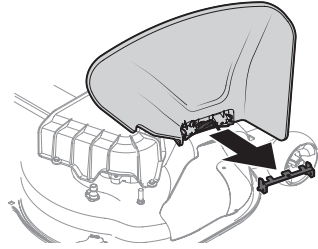

Figure 11
2. Soulevez le déflecteur de la goulotte d'éjection afin de pouvoir dégager et retirer le support d'arrêt. Abaissez le déflecteur de la goulotte d'éjection et jetez le support d'arrêt. Consultez la Figure 11.